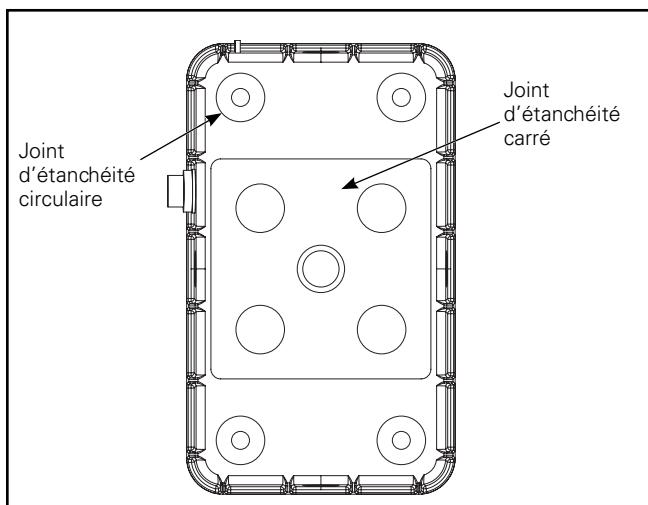

Figure 7.
5. Pelez le support des quatre joints d'étanchéité et apposez-en un sur chaque trou de montage situé derrière le boîtier moulé (joint d'étanchéité avec adhésif sur un côté). Utilisez le joint carré pour sceller le boîtier moulé sur la boîte de jonction (Figure 7).